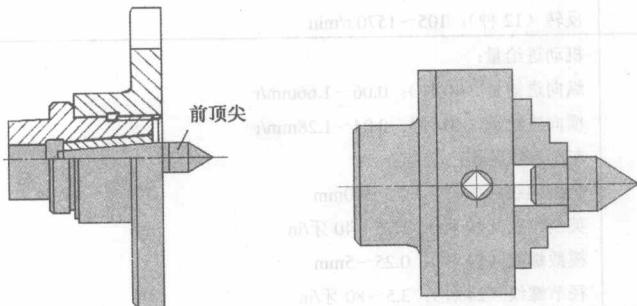

图 1-5 前顶尖
① 前顶尖随工件一起旋转，一般分为两种，如图 1-5 所示，一种是插入主轴锥孔内的前顶尖，这种顶尖装夹紧固，适用于批量生产；另一种是装夹在卡盘上的前顶尖，优点是制造方便，定心准确，但其硬度不够，易磨损，因此在使用时应合理选材并选用适合的热处理方法。